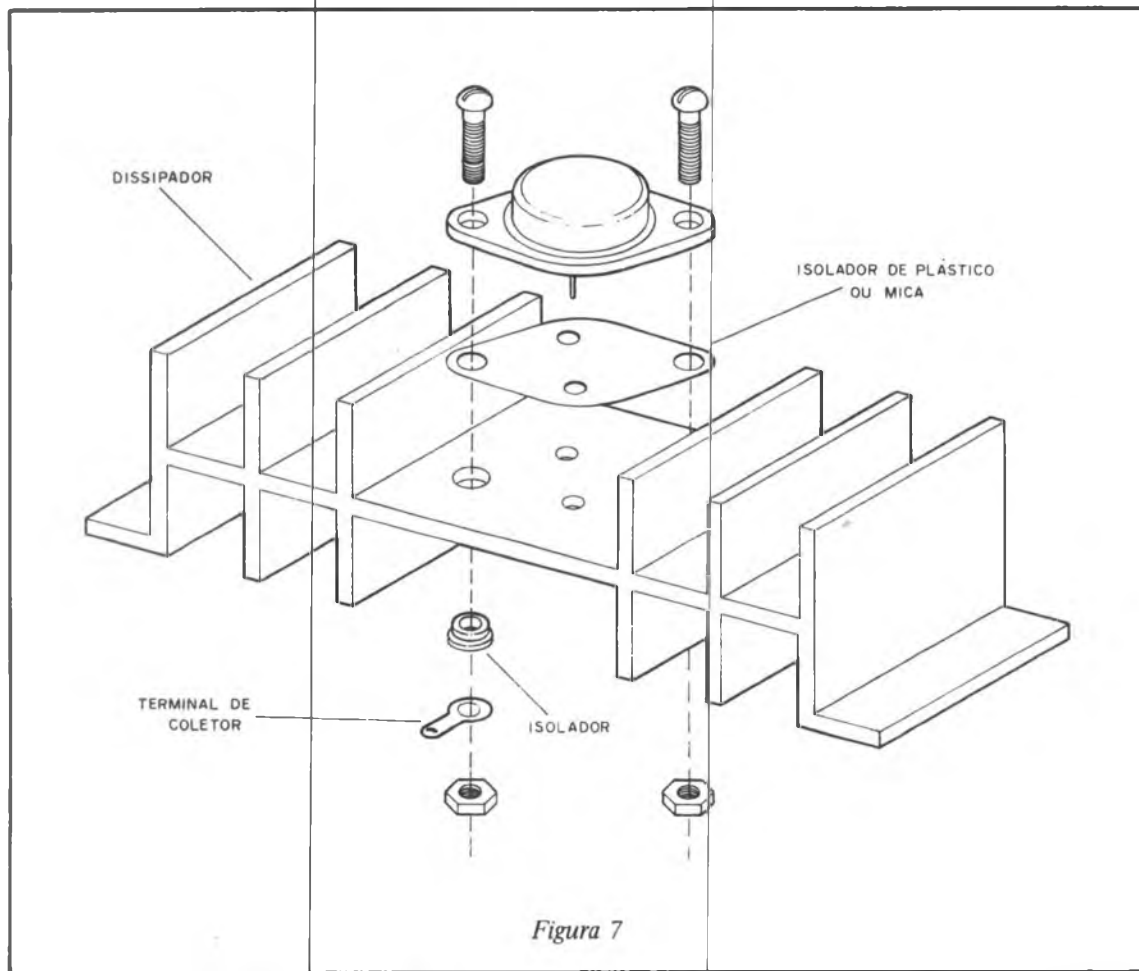

Figura 7
- Observe cuidadosamente as ligações do transistor de potência no dissipador, e se a caixa for metálica use um isolador entre este dissipador e o transistor. Veja que o terminal de coletor corresponde à sua carcaça. Pormenores da instalação no dissipador são mostrados na figura 7.